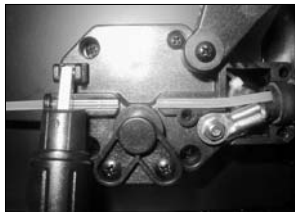

Figura 6
9. Vuelva a colocar la tapa del cable del soplete sobre la placa de conducción, asegurándose de que el forro del alambre esté alineado con la bobina, pero sin tocarla (vea la figura 6). Nota: Corte el forro del largo que sea necesario.